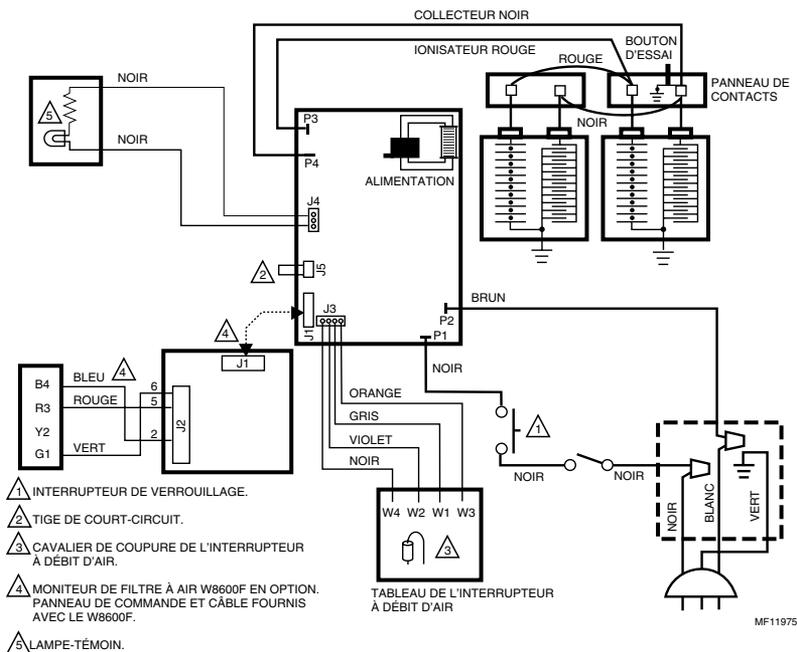

Fig. 9. Schéma interne du F50F avec le W8600F.
- Brancher le F50F directement dans la prise ayant la tension et la fréquence indiquées. Voir les schémas de raccordement interne, Fig. 9 à 12. Le F50F fonctionnera efficacement quelle que soit la vitesse du ventilateur d'un système à vitesses multiples ou à action modulante relié par des conducteurs ou branché.